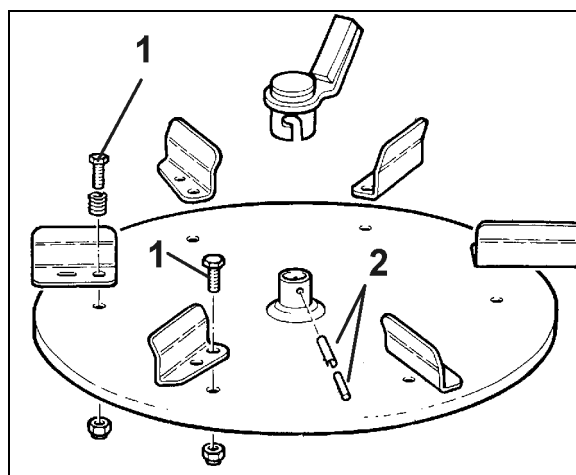

Bild 26
2. Lossa skruvarna (Bild 26/1) och byt ut spridarskovlarna.
1. Ta bort spännstiftet (Bild 26/2) ur omröraren.